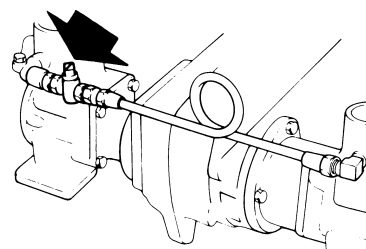

Fig. 36. Robinet de mouillage. Lorsque le repère est parallèle au conduit, le robinet est ouvert.
5. Ouvrir **le robinet de fond et le robinet de mouillage** de la pompe de vidange si un tel existe (fig. 36)